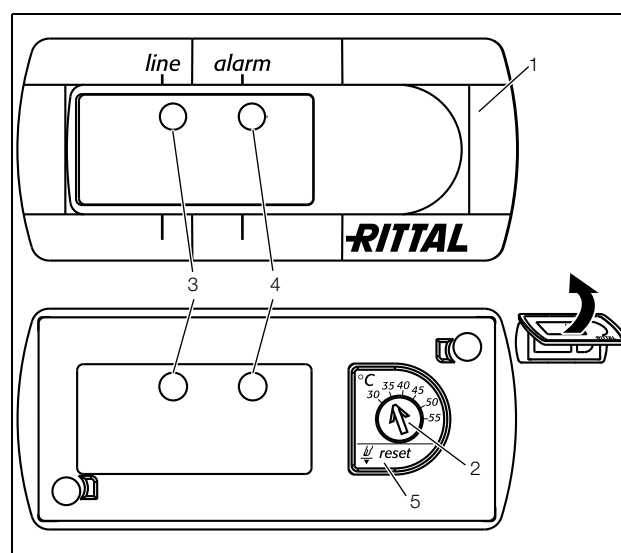

Fig. 28: Controllo Basic
- Impostare la temperatura nominale richiesta sull'apposito regolatore (fig. 28).
- Premere il pulsante di Reset (fig. 28, nr. 5) per almeno 3 sec.